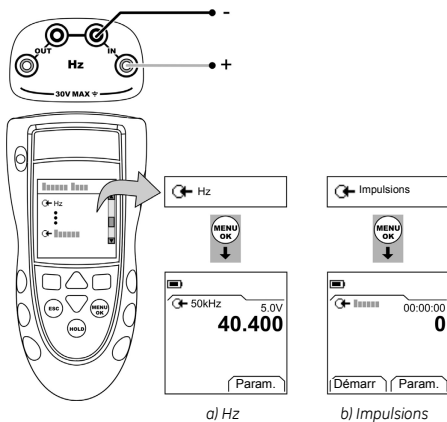

Figure 1 : Exemple de configuration - Mesure de fréquence en Hz ou décompte des impulsions
1. Connecter l'instrument (Figure 1) et, si nécessaire, régler la *Configuration* (Tableau 1).